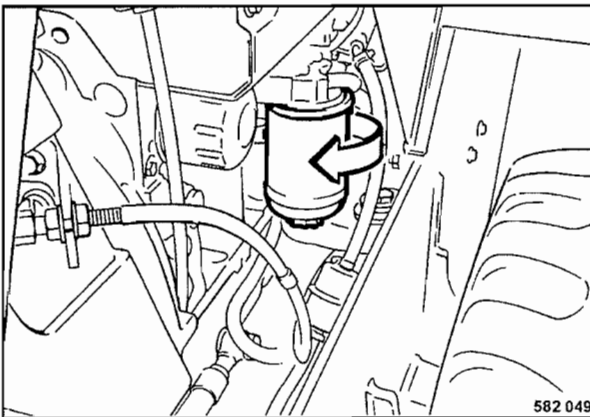

Fig. 91
- Desenroscar el cartucho filtrante de combustible (Fig. 91) con una llave de cinta apropiada.